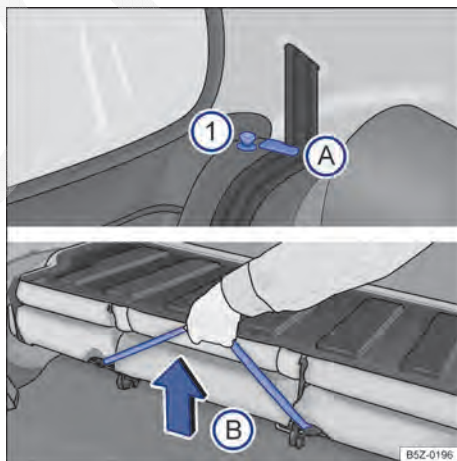

Fig. 65 Banco traseiro: pinos de destravamento ①; posicionador para os cadarços dos cintos ①; alça para destravamento do conjunto do assoalho ②.
- Posicionar os cadarços dos cintos de segurança nos seus respectivos posicionadores → Fig. 65 **A**.
- Levantar o pino → Fig. 65 **1** de destravamento em ambos os lados para cima e, ao mesmo tempo, rebater o encosto do banco traseiro para frente.
- Puxar a alça → Fig. 65 **B** para destravar o conjunto do assoalho e, ao mesmo tempo, levante-o **cuidadosamente** na direção dos bancos dianteiros.
- Segurar o banco traseiro pela alça → Fig. 65 **B** e, soltar de uma altura de 15 cm.
- Retirar os cadarços do cinto de segurança do posicionadores → Fig. 65 **A**. Para veículos com cintos de três pontos fixos, recolocar as linguetas nos respectivos fechos.